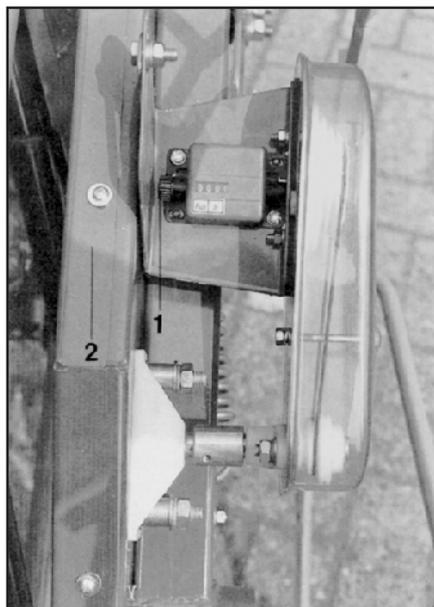

Рис. 103
Перед началом работы счетчик обработанных гектаров при помощи вращения на ходовом винте (рис. 103/1) необходимо установить на ноль.
- Удалить цепную защиту (рис. 103/2) поворотного привода.
- Смонтировать цепную защиту (рис. 103/2).